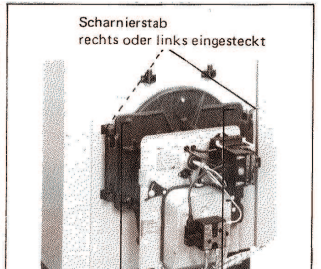
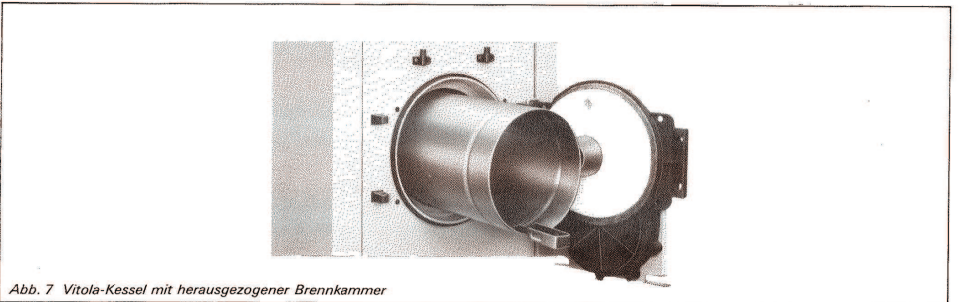

Abb. 6
Abb. 7 Vitola-Kessel mit herausgezogener Brennkammer
- 11.0 Zum Aufklappen des Brennkammerverschlußdeckels muß der Scharnierstab eingesteckt sein (siehe Abb. 6).
- 12.0 Verbrennungsrückstände sind sorgfältig zu entfernen. Die Züge mit der mitgelieferten Bürste reinigen und aussaugen. Die herausgenommene Brennkammer ist ebenfalls zu reinigen. Beim Wiedereinschieben der Brennkammer ist darauf zu achten, daß die Brennkammer bis zum Anschlag eingeschoben ist und der Anschlagbügel unten sitzt (siehe Abb. 7). Die 4 Befestigungsschrauben müssen beim Anschrauben des Brennkammerverschlußdeckels gleichmäßig und über Kreuz angezogen werden (siehe Abb. 6).